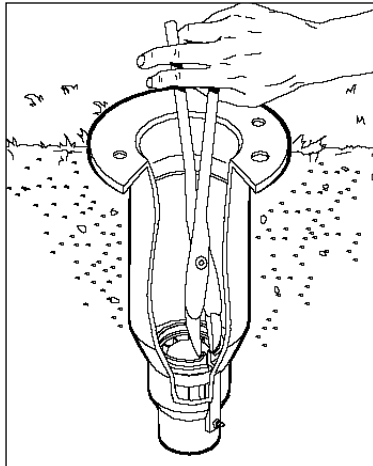

Abbildung 3
1. Zum Herausnehmen des Ventils die Enden des Sprengrings mit der Sprengringzange (Teile-Nr. 995-07) zusammendrücken und Sprengring vom Regnergehäuse entfernen (**Abb. 3**).